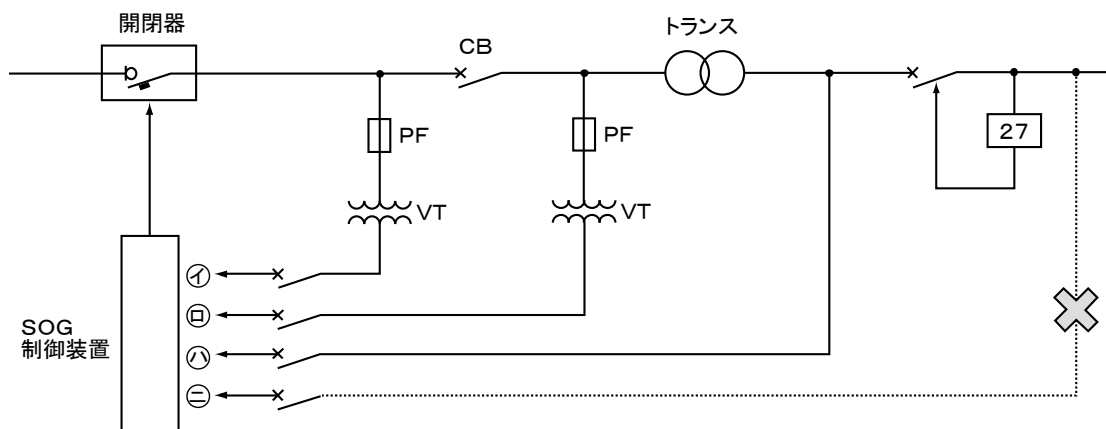

図9 制御電源のとり方
- ① 1.25mm²以上の600Vビニル絶縁電線（IV）、600Vビニル絶縁ケーブル（CVV）などを使用してください。
- ② 制御電源を別系統からとればS.O動作（過電流→停電→蓄勢トリップ）ができません。
- ③ 制御電源用のスイッチが開いたり、ヒューズが熔断したりして、制御電源が切れることのないよう注意してください。
- ④ 操作変圧器（VT）は計器用変圧器を利用できます。
- ⑤ 雷サージなどの異常電圧はP2端子から接地へ放電するようにしていますので、P2端子に制御電源の接地相側を接続してください。
- ⑥ ㊷のとり方をしますと、もし電圧降下で27が動作し、配線用遮断器が開放すると制御電源がなくなりますので、配線用遮断器再投入までに事故が発生したとき、本開閉器で保護することができません。
- ⑦ 図9において㊶のとり方を推奨します。